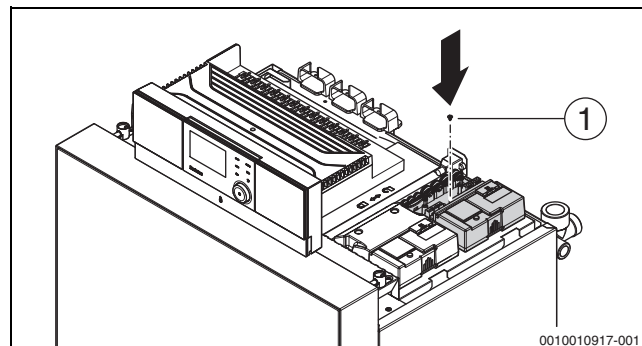

Bild 46 Funktionsmodul verschrauben
- Funktionsmodul mit Modulträger verschrauben (→Bild 46).